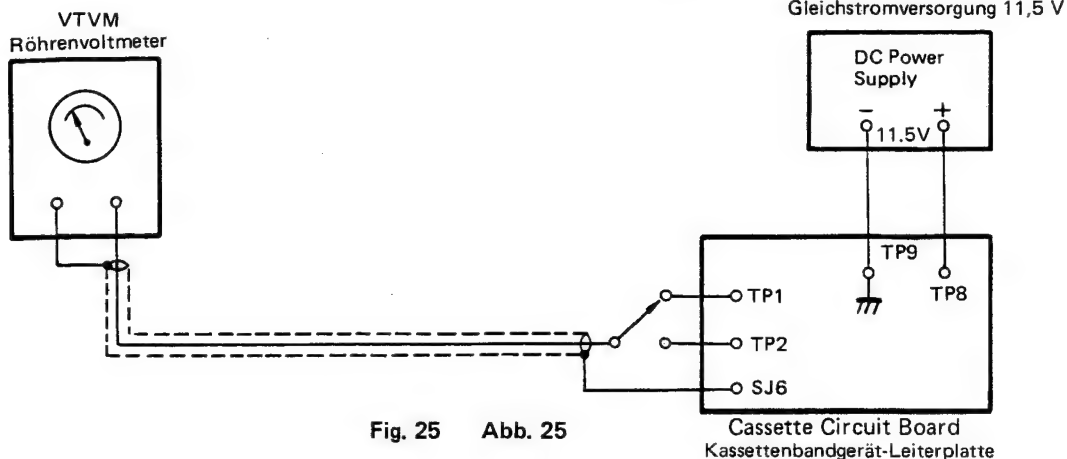

Fig. 25 Abb. 25
1. Set up Voltmeter and DC power supply as shown in Fig. 25.
1. Röhrenvoltmeter und Gleichstromversorgung gemäß Abb. 25 anschließen.